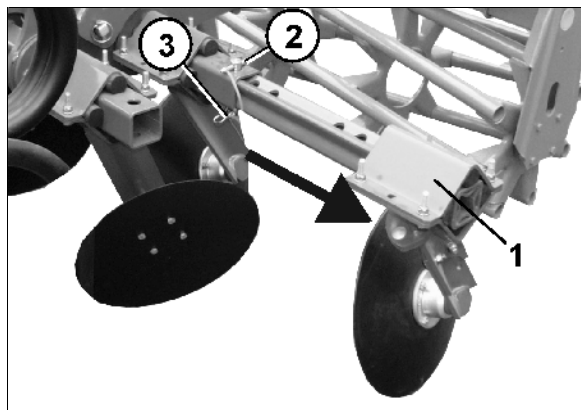

Fig. 34
Begge randtallerkener (Fig. 34) anbringes i arbejdsstilling:
- o Randtallerkenerne (Fig. 34/1) trækkes ud og sikres ved hjælp af sikkerhedsbolt (Fig. 34/2) ringbolte (Fig. 34/3).